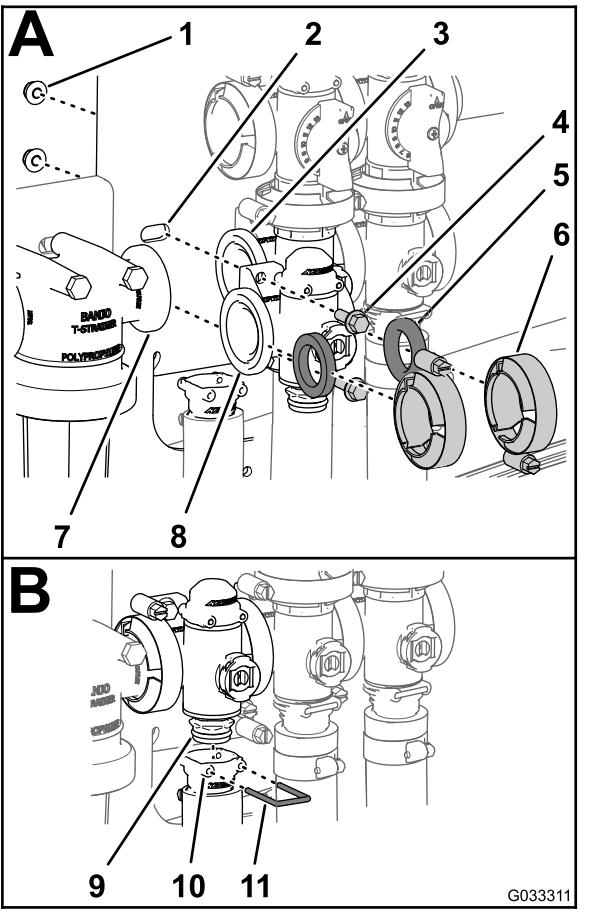

Рисунок 81
1. Установите прокладку между фланцами коллектора клапана управления нормой внесения и головкой фильтра линии нагнетания (Рисунок 81А).
2. Смонтируйте коллектор клапана управления нормой внесения, прокладку и головку фильтра линии нагнетания с помощью фланцевого хомута, затянув его от руки (Рисунок 81А).
3. Установите прокладку между фланцами клапана управления нормой внесения и коллектором клапана перемешивания (Рисунок 81А).
фланцевого хомута, затянув его вручную (Рисунок 81А).
5. Присоедините клапан управления нормой внесения к опоре крепления при помощи 2 болтов с фланцевыми головками и 2 фланцевых контргаек (Рисунок 81А), снятых при выполнении действий, описанных в пункте 3 раздела Демонтаж коллектора клапана управления интенсивностью опрыскивания \(страница 73\), и затяните гайку и болт с моментом от 10 до 12 Н·м.
6. Установите выпускной штуцер на штуцер муфты в нижней части коллектора клапана управления нормой внесения (Рисунок 81В).
7. Прикрепите выпускной штуцер к штуцеру муфты, вставив держатель в гнездо выпускного штуцера (Рисунок 81В).